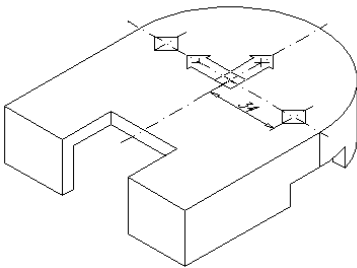

Рис. 7.6. Заключительный этап
-вычтем призмы из тела основания (рис.7.6 – для наглядности использована команда **СКРЫТЬ (HIDE)**)